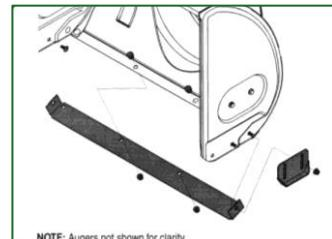

Abbildung 13
1. Entfernen Sie die vier Schlossschrauben und Sechskantflanschmuttern, mit denen sie an der Schneefräse befestigt sind. Siehe Abbildung 13.
2. Montieren Sie die neuen Gleitschuhe mit den vier Schlossschrauben (zwei auf jeder Seite) und Sechskantmuttern wieder. Siehe Abbildung 13.